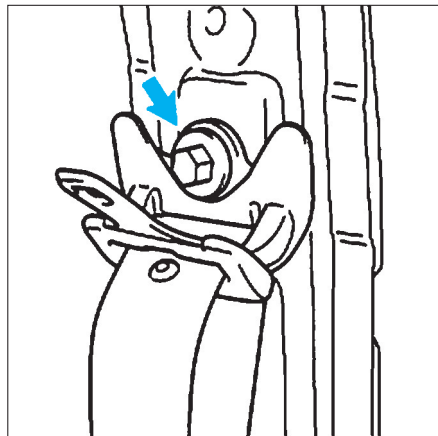

FIG. 20
- Déposer le point d'ancrage supérieur de ceinture avant (fig. 20).